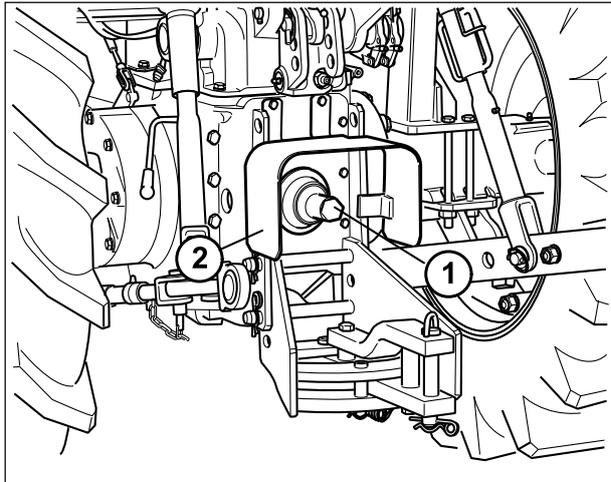

Fig.4-8
ATENÇÃO: NÃO conduza sem a tampa (1- Fig. 4-8) ou a protecção (2) da TdF montadas. Elas servem para proteger o pessoal contra lesões e as estrias dos veios contra danos.